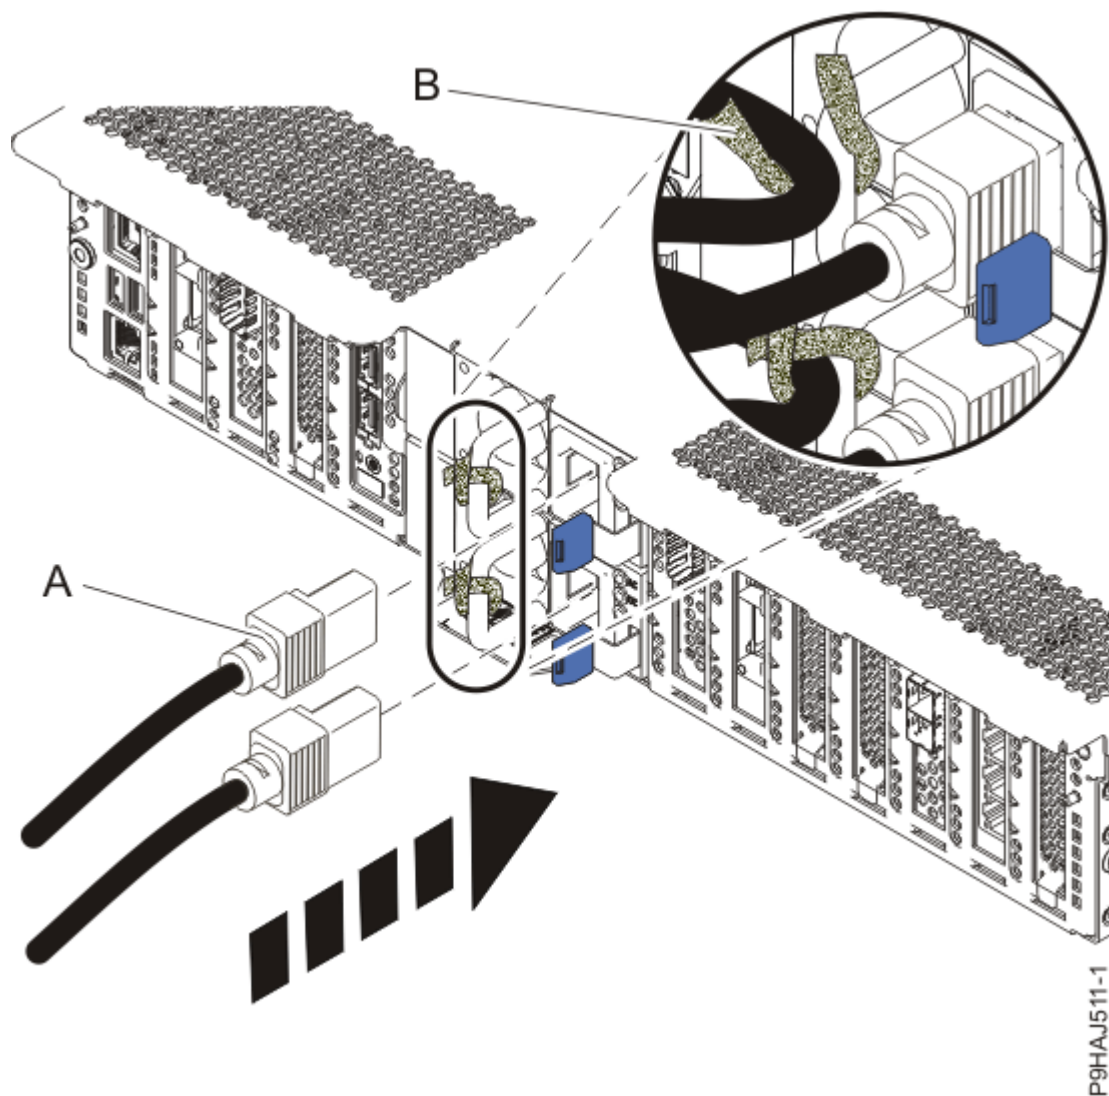

Figura 46. Connexió dels cables d'alimentació
7. Mitjançant les etiquetes, torneu a connectar els cables d'alimentació **(A)** a la unitat del sistema. Colleu els cables d'alimentació al sistema utilitzant les brides, **(B)**, tal com es mostra a Figura 46 a la pàgina 50.